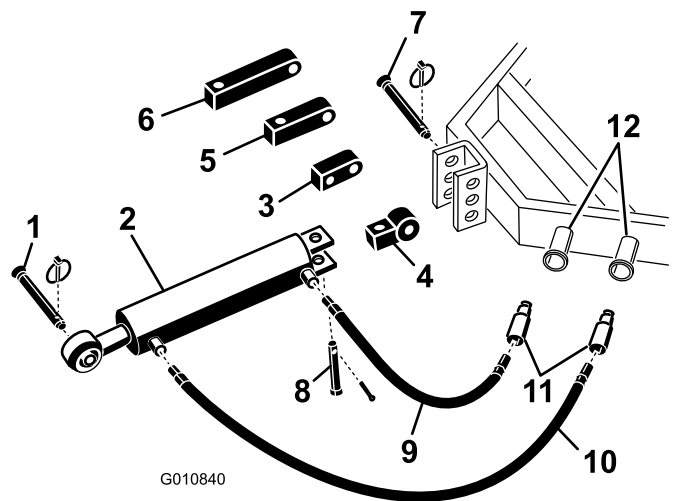

Figure 5
1. Fixez le côté doté de l'embout d'accouplement du bras d'attelage hydraulique supérieur au tracteur au moyen des goupilles fournies avec le tracteur (Figure 5). Positionnez le bras d'attelage hydraulique supérieur de sorte que le côté tige soit dirigée vers l'aérateur. Les raccords du vérin doivent être dirigés vers le circuit hydraulique auxiliaire du tracteur.
Remarque: S'il est nécessaire que les raccords du vérin hydraulique soient tournés vers le haut, utilisez le bloc rotatif à la place du bloc de montage standard pour repositionner le vérin (Figure 5). Un raccord hydraulique à 90 degrés peut être utilisé à la place du bloc de rotation (les raccords ne sont pas fournis).
- A. Retirez la goupille cylindrique et l'axe qui fixent l'embout d'accouplement standard au vérin (Figure 5). Déposez l'embout d'accouplement du vérin.
- B. Montez le bloc rotatif sur le vérin avec les goupilles retirées précédemment (Figure 5).
2. Raccordez le flexible hydraulique de 107 cm au raccord du bras d'attelage hydraulique supérieur le plus proche de l'aérateur (Figure 5). Appliquez du ruban ou du mastic d'étanchéité sur les filetages des flexibles pour prévenir les fuites.
3. Raccordez le flexible hydraulique de 76 cm au raccord du bras d'attelage hydraulique supérieur le plus proche du tracteur (Figure 5). Appliquez du ruban ou du mastic d'étanchéité sur les filetages des flexibles pour prévenir les fuites.
Si le vérin hydraulique n'atteint pas le support de montage de l'aérateur, utilisez un bloc d'extension au lieu du bloc de montage standard pour accoupler le vérin au tracteur (Figure 5).
- B. Montez le bloc d'extension de la longueur voulue sur le vérin avec les goupilles retirées précédemment (Figure 5).